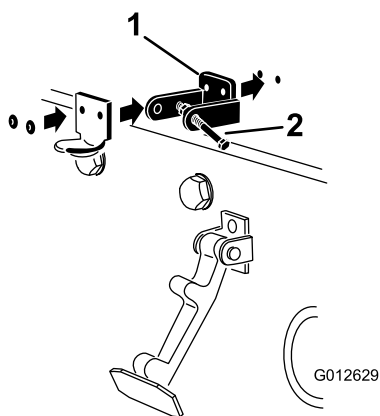

図 7
3. CE 用ロックブラケットとフードラッチブラケットの取り付け穴をそろえて、フードの上に位置決めする。ロックブラケットをフードに当てて取り付ける図7。ロックブラケットアームからボルトナットアセンブリを外してしまわないこと。
5. ブラケットとワッシャをフードにリベットで固定する図7。